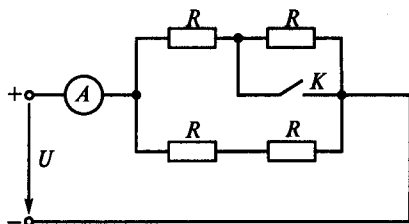

Рис. 33
**1.47.** Какой ток покажет амперметр после замыкания ключа  $K$  на рис. 33, если при разомкнутой цепи он показывал 9 А, а все резисторы в схеме имеют одинаковое сопротивление  $R$ ?